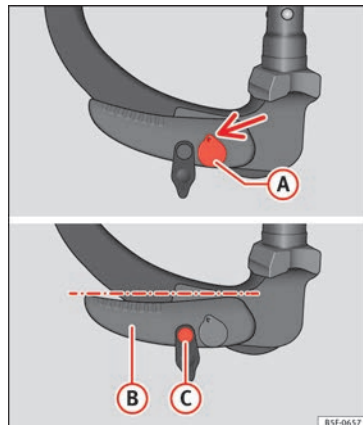

Bild 223 Inkopplingsklart läge: Spakens och utlösningsbultens lägen
- Nyckeln **(A)** » **bild 223** är i upplåst läge (delen med hål uppåt).
- Spaken **(B)** » **bild 223** är i lägsta läget.
- Utlösningssbulten **(C)** » **bild 223** kan röras.